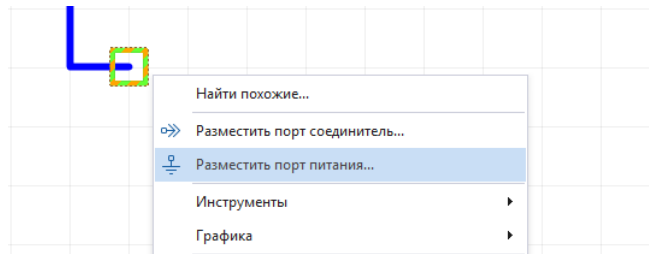

Рис. 118 Контекстное меню свободного окончания цепи
2. Вызвать контекстное меню со свободного окончания цепи и выбрать тип размещаемого порта, см. Рис. 118.